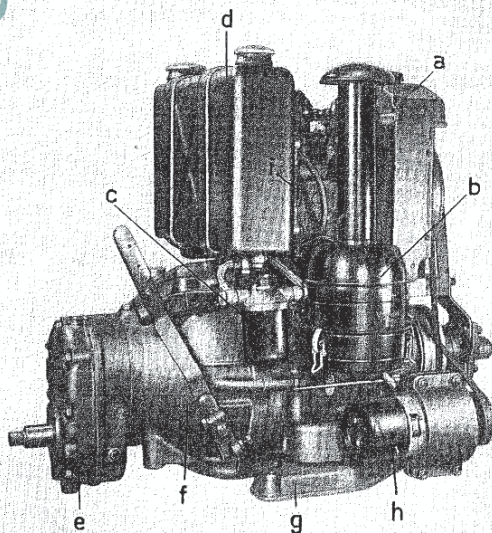

Bild 12
Die **Schmierung** des Motors ist eine Frischölschmierung, d. h. den Triebwerksteilen wird bei laufendem Motor ständig Frischöl zugeführt, das dabei zum großen Teil verbraucht wird. Während des Betriebs nimmt also der Ölvorrat im Tank ständig ab. Wichtig ist daher, daß der Ölstand im Öltank d (Bild 12, stationäre Ausführung) am Schauglas i (Bild 12) ständig überwacht wird, damit der Motor nicht trocken läuft.
1. **ÖLBADLUFTFILTER:** Der Ölstand im Ölbadluftfilter b (Bild 12) ist stets innerhalb der Markierungen zu halten, gegebenenfalls wird Öl nachgefüllt. Je nach Staubanfall (evtl. schon nach wenigen Stunden) ist die Ölmenge zu wechseln, spätestens aber, wenn der sich bildende Staubschlamm höher als 1 cm im Ölbad steht. **Verschlammtes Öl setzt den Ölbadluftfilter außer Funktion und gefährdet den Motor.**
2. **ÖLVORRAT IM SCHMIERÖLTANK** kann durch das Ölstandsglas i (Bild 12) ständig überwacht werden. Ölvorrat rechtzeitig ergänzen, am besten vor jedem Start.
Der Kühler a (Bild 12) muß immer soviel Wasser enthalten, daß im oberen Wasserkasten des Kühlers der Wasserkreislauf gewährleistet ist. Täglich vor der Inbetriebnahme Wasser bis zum Überlauf nachfüllen. Kalkarmes Wasser verwenden. Bei Frostwetter Frostschutzmittel einfüllen oder Kühlwasser nach endgültigem Abstellen des Motors ablassen. Beide Wasserablaßhähne rechts und links unten am Zylinder werden hierzu geöffnet und sofort wieder geschlossen, wenn das Wasser abgelassen ist. Kühlwassermenge insgesamt 4 Liter.